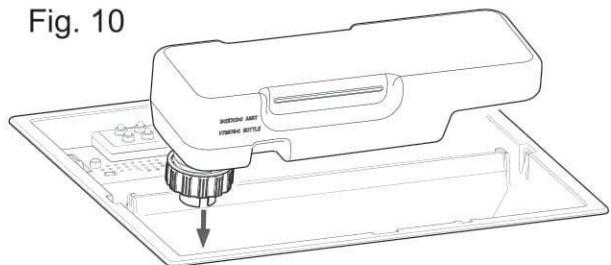

Fig. 7
4. Снимите клапан, отстегнув его (1) и затем подняв вперед и вверх (2) (см. рис. 7).